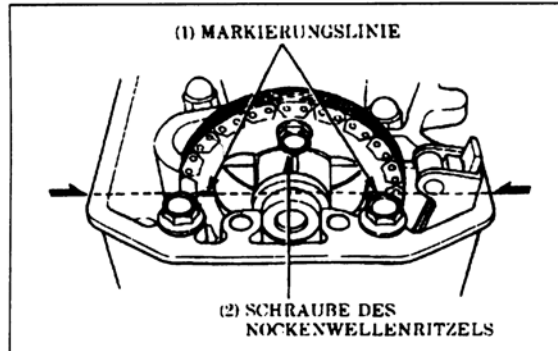

Bild 113
- Kettenrad mit Nockenwelle verschrauben (zuerst nur eine Schraube eindrehen, 23 Nm, flüssige Schraubensicherung verwenden) und Einbau kontrollieren (Bild 113).